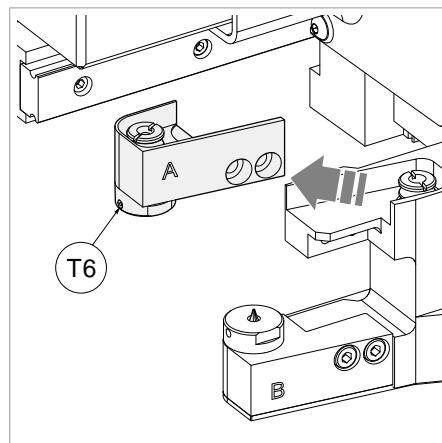

Fig. 151
- 7) Draai de 2 frontale schroeven (T5) los om de freessteun te verwijderen (Fig. 151).